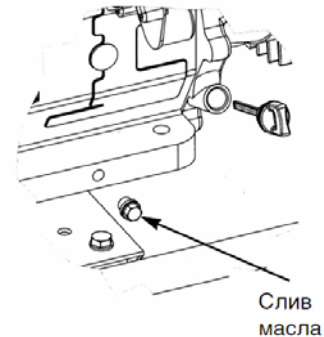
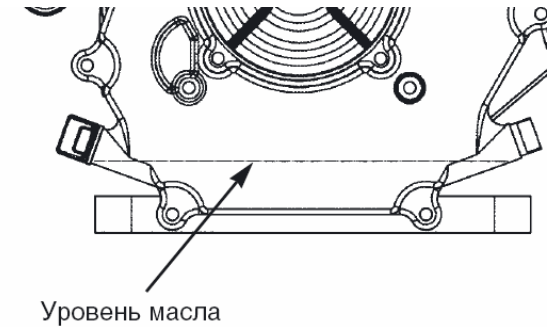

Рис. 5.
Рис. 6.
9.2.1. Вывинтить шуп-пробку поз. 24 (рис. 1) из горловины картера, см. также рис. 5. Опустить в горловину сухой, чистый шуп и вытащить его – край смоченной маслом области должен располагаться между отметками минимального и максимального допустимого уровней.
9.2.2. Залить в горловину масло до нижнего края заливного отверстия (рис. 6). Проверить уровень масла в соответствии с 9.2.1.
9.6.1. На прогретом до рабочей температуры двигателе вывинтить пробку для слива масла поз. 23 (рис. 1), см. также рис. 5., поместив под сливным отверстием вспомогательную емкость. После прекращения истечения масла установить пробку на штатное место и затянуть. Залить масло в горловину, удалив шуп поз. 24 (рис. 1), см. также рис. 6, до нижнего края заливного отверстия (рис. 6). Проверить уровень в соответствии с п. 9.2.